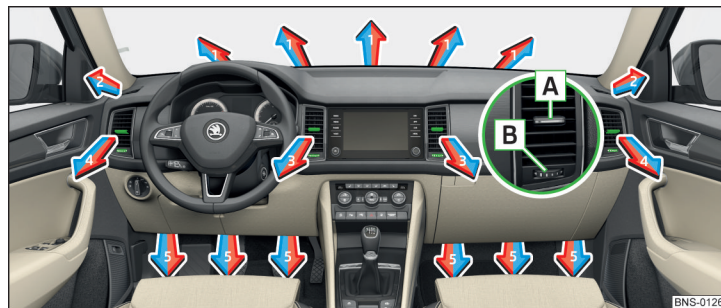
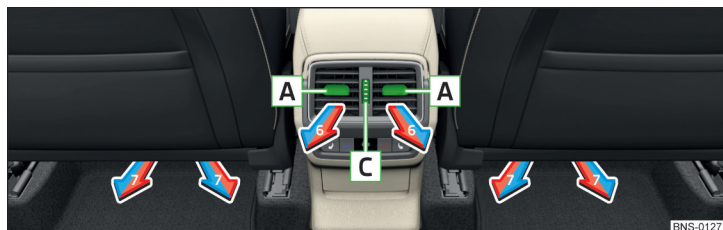

Fig. 150 Diffuseurs d'air avant
Fig. 151 Diffuseurs d'air arrière
Les diffuseurs d'air **3**, **4** » fig. 150 et **6** » fig. 151 offrent la possibilité de modifier la direction du débit de l'air et peuvent s'ouvrir et se fermer séparément.
Le réglage des flux d'air s'effectue en poussant les éléments de réglage **A** » fig. 150 ou » fig. 151 dans les directions souhaitées.
- Faites tourner le sélecteur **B** » fig. 150 vers la droite.
- Faites tourner le sélecteur **C** » fig. 151 vers le haut.
- Faites tourner le sélecteur **B** » fig. 150 vers la gauche.
- Faites tourner le sélecteur **C** » fig. 151 vers le bas.
Réglage de la direction du débit d'air	Diffuseurs d'air » fig. 150 et » fig. 151